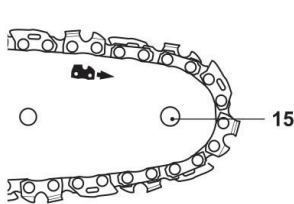

Rys. 5
6. Umieść rowek w prowadnicy (13) ponad dwoma śrubami (21). Dociśnij prowadnicę (13) w lewo w kierunku zębataki napędowej łańcucha (24) (za sprzęgłem (25)). Przekonaj się, czy bolec napinający (22b) jest wsunięty do spodniego otworu prowadnicy (rys. 5).